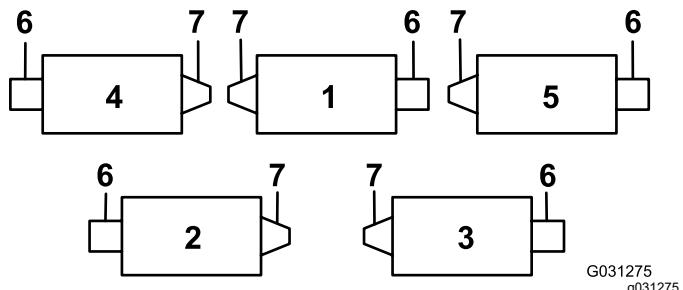
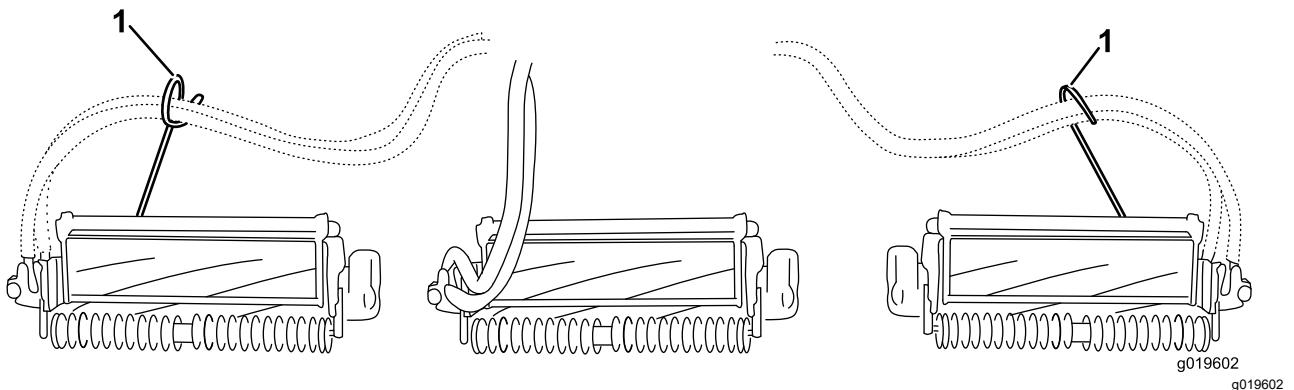
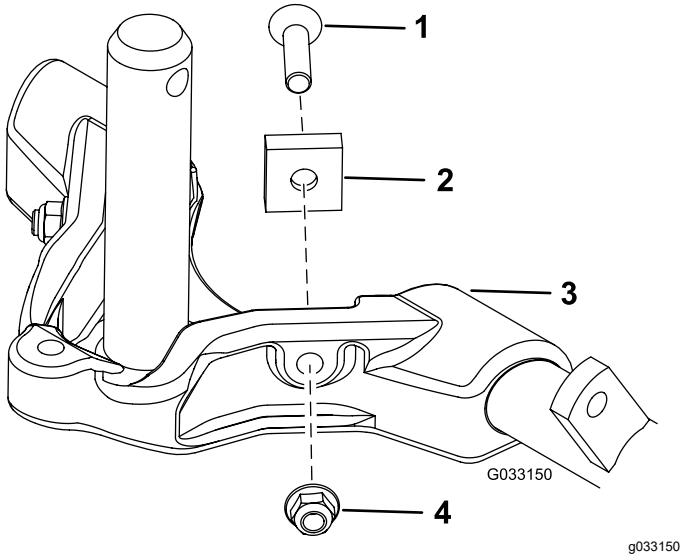

Рисунок 12
Рисунок 14
Рисунок 15
Внимание: На режущих блоках № 4 (левом переднем) и № 5 (правом переднем) прикрепите направляющие шлангов к передней части выступов режущих блоков с помощью крепежных гаек кронштейна штока. Направляющие шлангов должны быть наклонены в сторону центрального режущего блока (Рисунок 12 – Рисунок 14).
- Чтобы повысить управляемость задних режущих блоков, снимите 2 проставки оси поворота, винты с внутренним шестигранником и фланцевые контргайки (Рисунок 15) с несущих рам задних режущих блоков (режущие блоки 2 и 3); см. Рисунок 12.